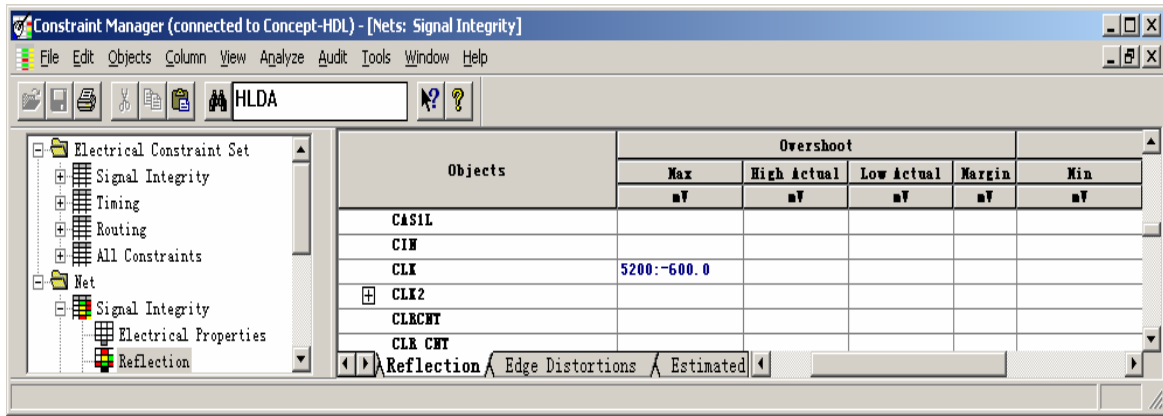

图 7-4 【Reflection】工作表已经被更改
19. 打开【Reflection】工作表查看，可以看到。【Overshoot】栏【Max】值已经更改为“5200:-600”，并删除【Noise Margin】栏【Min】值。请见图 7-4。